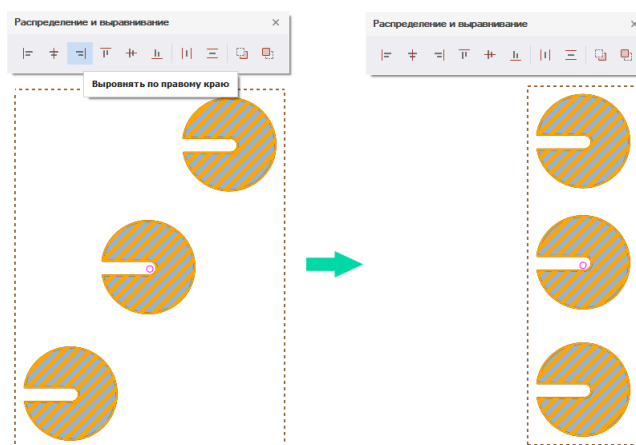

Рис. 248 Выравнивание по правому краю
2. На панели «Распределение и выравнивание» выберите инструмент «Выровнять по правому краю», который обозначен символом , см. Рис. 248.